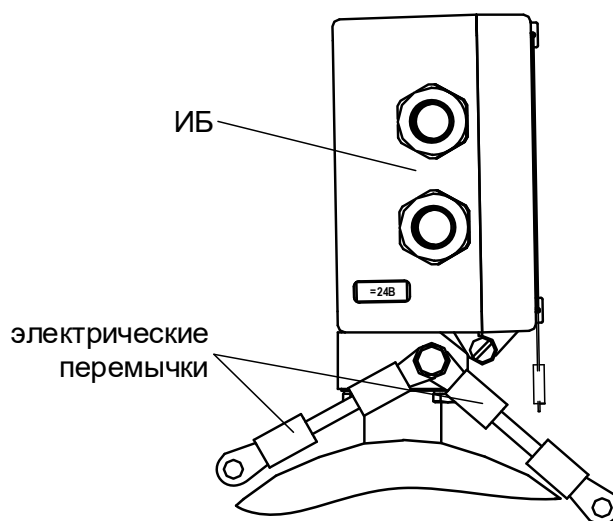

Рис.11. Электрические перемычки на ИБ расходомера.
- 3.5.4. Только при монтаже ЭМР в металлический трубопровод (рис.А.1, А.5 Приложения А) либо с использованием металлических фланцованных патрубков (рис.А.6 Приложения А) для обеспечения электрической цепи между ИБ и рабочей жидкостью следует присоединить электрические проводники (перемычки) сечением не менее 4 мм², закрепленные винтом на ИБ (рис.11), с ответными фланцами до и после расходомера.